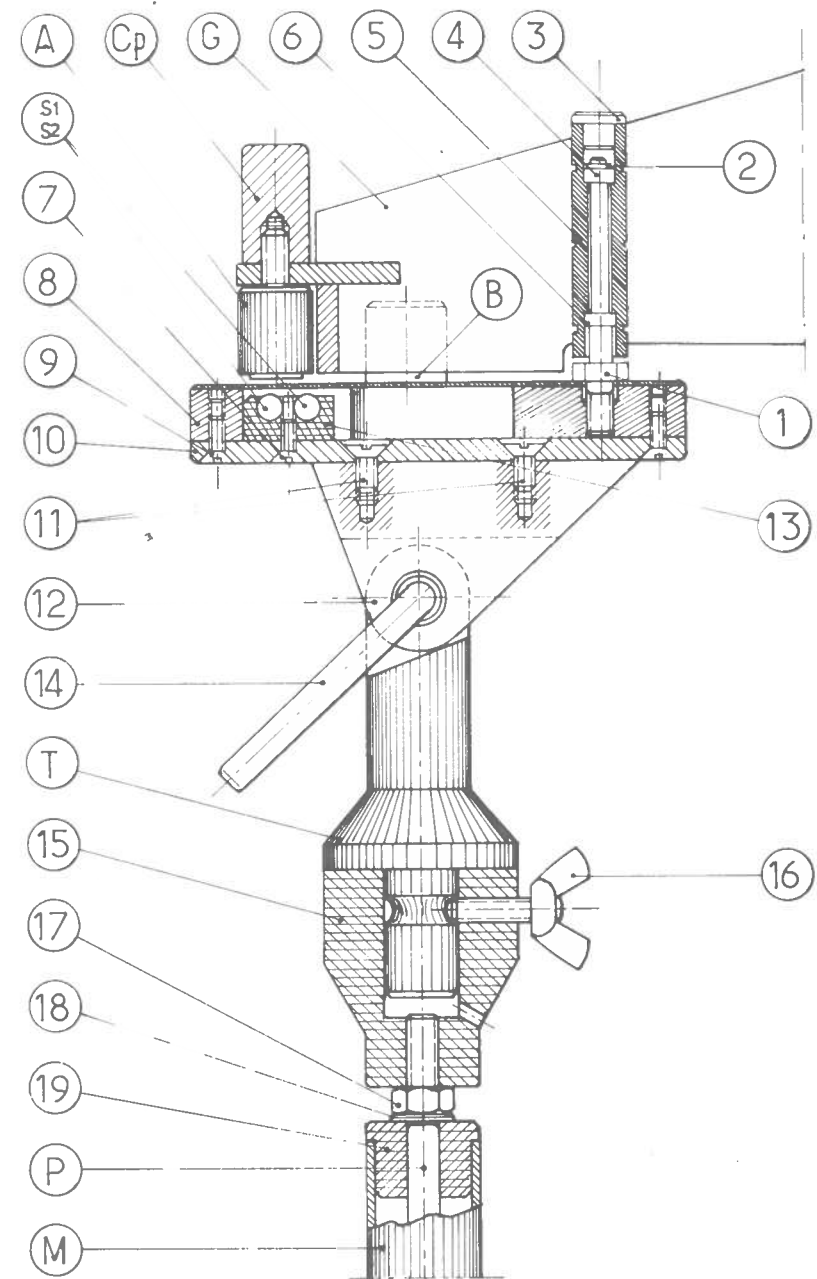

FIG.91 Ensemble girouette
PRINCIPE MÉCANIQUE (fig. 91).
Nomenclature de la figure 91
- 17° Positionner le support de contacts 13 dans l'évidement de la pièce 8 en l'appuyant contre la partie avant (fig. 91) et en la centrant par rapport à l'axe central.